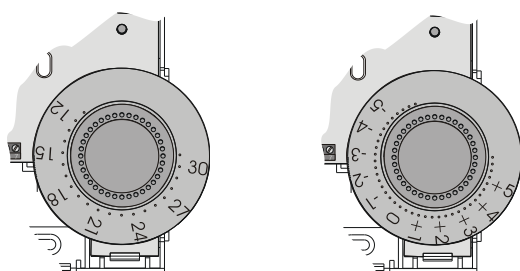

Fig. 3. Montagepositie instelschaal
6. Alleen voor CLCM2T, 4T, 5T, 6T: Controleer of de positie van de instelschaal zodanig is dat de 30°C (absolute schaal) of de +5 (relatieve schaal) naar de rechterzijde van de wandmodule wijst (zie Fig. 3).